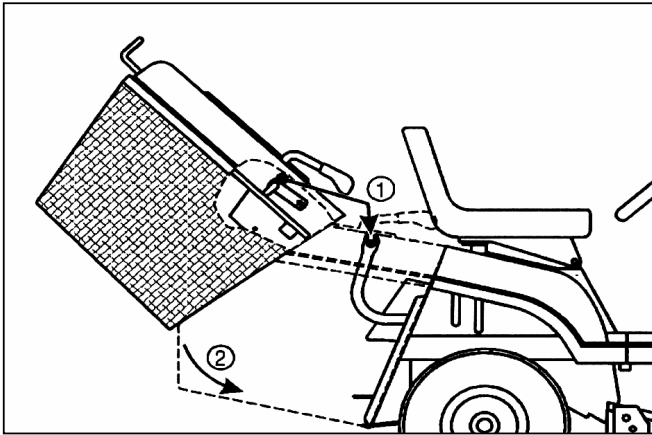

Fig. 6
### POSE DU BAC DE RAMASSAGE (fig. 6)
1. Prendre à 2 mains le bac de ramassage. Lui donner un angle d'environ 40° (fig.6)